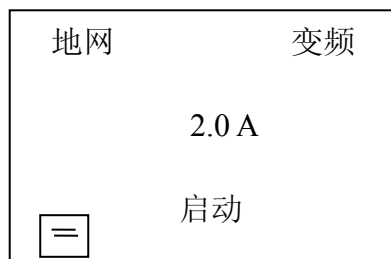
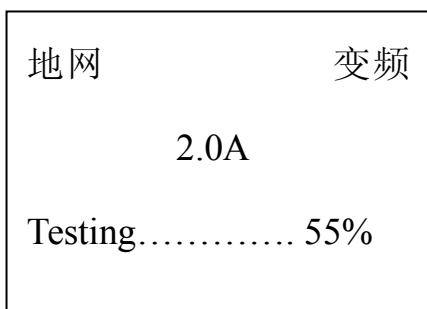
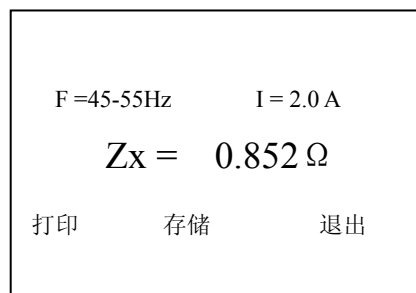

图 3
图 6
图 7
3.1、打开电源开关，计算机进行自检，液晶屏显示中文主菜单如图 3 所示。
3.5、测试：打开高压允许开关，当光标在测试项目上时，按**确认**键大约 5 秒钟开始测试。测试过程中显示的画面如图 6（地网，变频）所示，当下面的进程到 100%时候测试完毕，然后显示测量结果见图 7 所示，此时光标指示打印机图标，按确认键打印报告。测量结果的意义如下：
4.5、手动打印：仪器测试完毕，出现图 7 所示的界面。按  键可以在“打印”，“退出”之间选择。如果选择“打印”，按一下“确认”键，就会打印结果。如果选择“退出”，按“向下”键是把试验结果储存起来，但一定要输入相对应的编号（三位数字显示），按一下“确认”键，就会返回初始界面如图 3 所示，当光标在“启动”上时，按“向下”查看储存的试验结果。